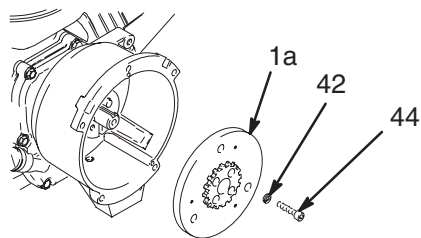

Fig. 10
9. Fig.10. Introduire un tournevis à frapper ou un autre outil en coin entre l'induit (1a) et le carter d'embrayage pour maintenir l'embrayage pendant le démontage.
10. Retirer les quatre vis (44) et leurs rondelles d'arrêt (42).